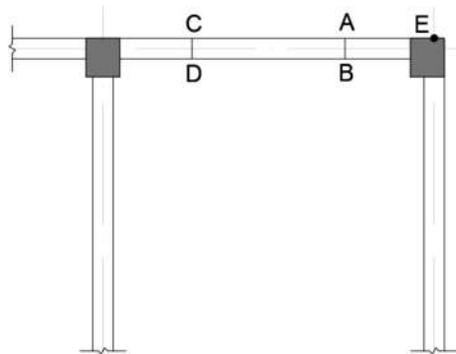

图 3-35 洞口定位线
指定第一个点: 1050//捕捉图 3-35 右上角中的 E 点, 水平向左移动, 出现极轴时, 输入 1050, 按空格键确定, 找到直线起点 A 点
选择要偏移的对象, 或 [退出(E)/放弃(U)] <退出>: //按空格键, 结束当前命令, 完成洞口的定位, 如图 3-35 所示
(O)/投影(P)/删除(R)]: //单击图 3-35 中 CA 直线和 DB 直线